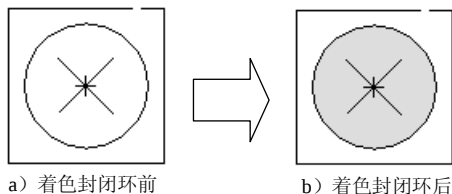

图 4.8.1 着色的封闭环
Step2. 选择命令。选择下拉菜单 **草绘(S)** → **诊断** → **着色封闭环** 命令（或在工具栏中单击“着色封闭环”按钮），系统自动在图 4.8.1 所示的圆内侧填充颜色。